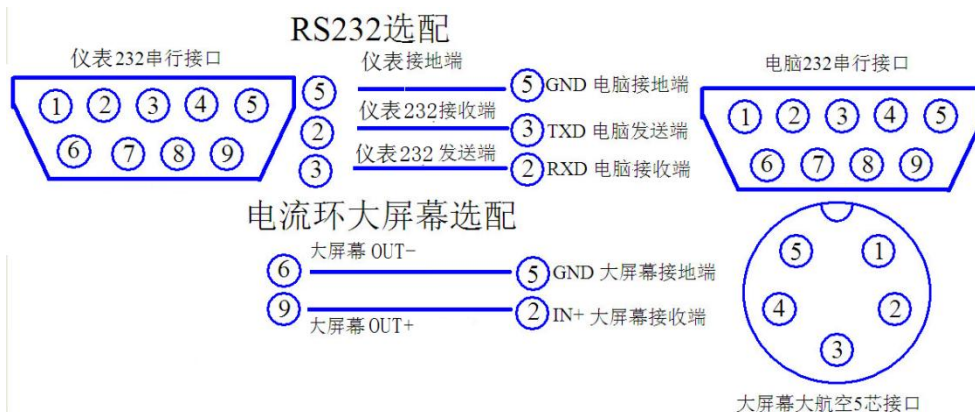

图 2-4 通讯大屏幕接线图
具体见图 2-4。
接线请参见图 2-4。大屏幕信号为 20mA 恒流的电流环信号，以二进制码串行输出，波特率为 600。每一帧数据有 11 个位，1 个起始位 (0)、8 个数据位 (低位在前)、1 个标志位、1 个停止位 (1)。